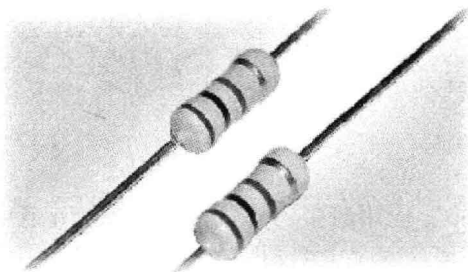

图1-3 碳膜电阻器
1. 碳膜电阻器 外形如图1-3所示,它是采用碳膜作为导电层,属于膜式电阻器的一种。